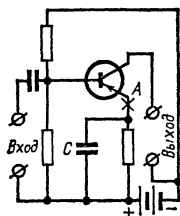

Рис. 63. Схема температурной стабилизации рабочей точки за счет последовательной обратной связи по постоянному току.
**Л.** — Оставим в стороне сопротивления обратной связи, корректирующие усиливаемые сигналы, и займемся сопротивлениями, компенсирующими влияние температуры. В этом случае можно воспользоваться последовательной обратной связью, выполненной вот по такой схеме (рис. 63).